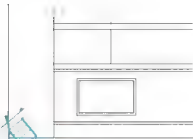

图 5.11 向内偏移矩形
(4) 使用【偏移】命令，将刚才绘制的矩形向内偏移 30mm，结果如图 5.11 所示。